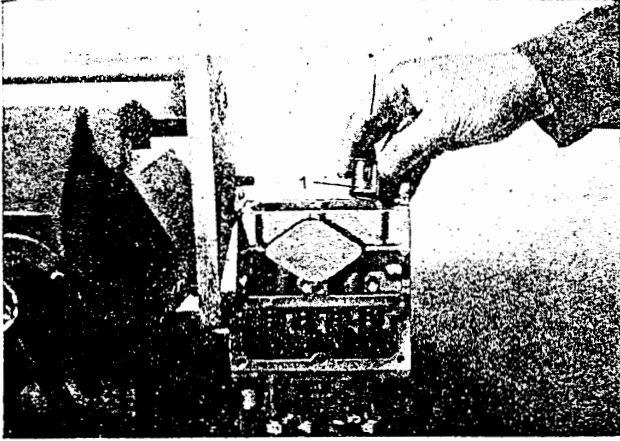

Bild M 151. Rollenstößel (1) herausnehmen
11. Rollenstößel mit Rolle herausnehmen, die Rollenstößel entsprechend ihrer Zylinderzuordnung ablegen (Bild M 151).